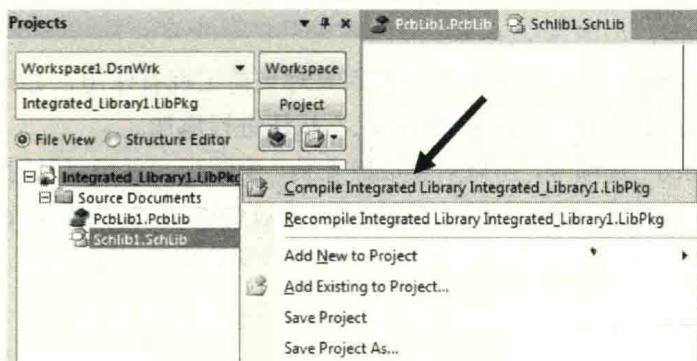

图 5-58 编译库工程文件
(5) 添加好之后，元件库中的元件和 PCB 库中的 PCB 封装其实还是没有关联的，需要对这个库工程文件进行编译才行。在库工程文件上单击鼠标右键，执行“Compile Integrated Library Integrated-Library1.LibPkg”命令，对其进行编译操作，如图 5-58 所示。